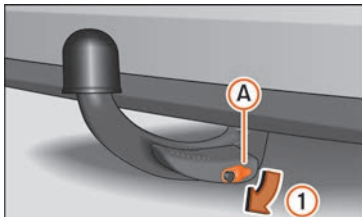

Abb. 269 Anhängerkupplung ausbauen
- Nehmen Sie die Abdeckung (A) vom Schloss (1) » » » Abb. 269.
- Stecken Sie den Schlüssel (B) in das Schloss ein (2) » » » Abb. 269.
- Drehen Sie den Schlüssel nur eine halbe Umdrehung nach links (3), bis sich das Loch des Schlüssels oben befindet » » » Abb. 269.